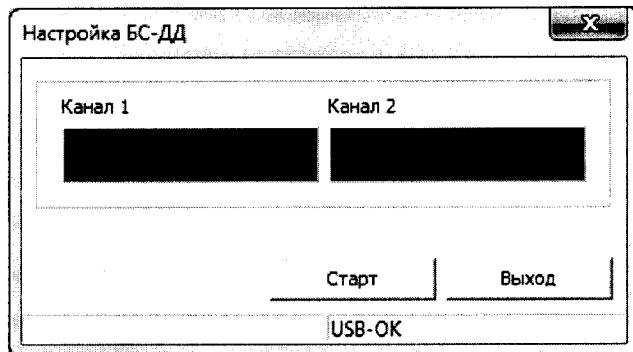

Рисунок 5
8.4.4 Если настройка не может быть выполнена, то появятся надписи, подсвеченные красным цветом, для одной либо обеих линий связи «Настройка не выполнена» (рисунок 5). В этом случае БС-ДД-1 бракуется и дальнейшая поверка не проводится.